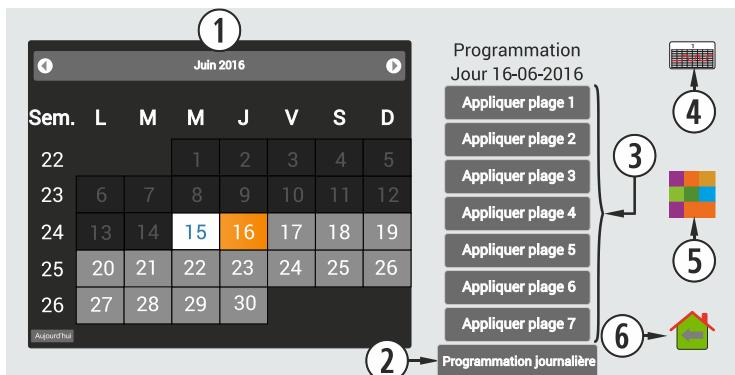

Figure 48
Pour accéder à la programmation hebdomadaire, il faut cliquer sur son icône (*figure 48*) et accéder à l'écran de programmation. Il doit indiquer sur chaque jour de la semaine le modèle désiré. Il faut ensuite **enregistrer** la programmation et l'activer comme indiqué dans le point ④ de la *figure 51*.